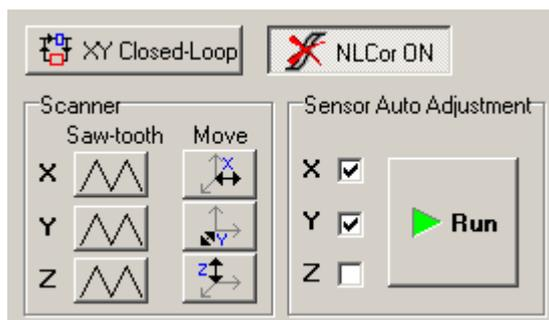

Рис. 2-19
7. На панели **Sensor Auto Adjustment** (Рис. 2-19) установите флажки для тех датчиков, которые требуется подстроить.